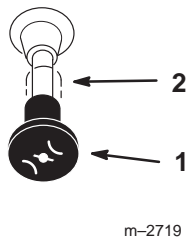

Bild 9
7. Schieben Sie, nachdem der Motor angesprungen ist, den Choke langsam in die Aus-Stellung (Bild 9). Stellen Sie, wenn der Motor aussetzt oder unregelmäßig läuft, den Choke für ein paar Sekunden wieder zurück in die Ein-Stellung. Stellen Sie dann den Gashebel auf die gewünschte Stellung. Wiederholen Sie diesen Vorgang nach Bedarf.